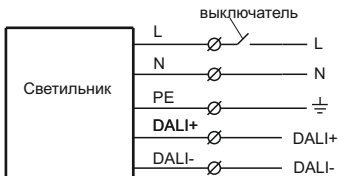

Рисунок 5
3.1 Подключение светодиодной панели производить сетевым кабелем, выведенным из корпуса светильника, согласно маркировке проводников (рисунок 5): L — коммутируемая фаза; N — нейтраль; PE — заземление; DALI+ и DALI- — управляющие провода.